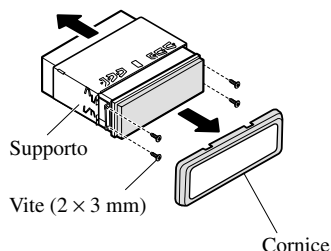

Fig. 14
- **Rimuovere la cornice ed il contenitore di supporto. (Fig. 14)**